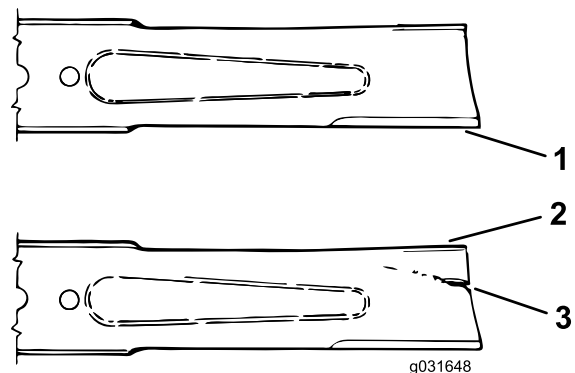

Figura 71
3. Examine cuidadosamente los extremos de corte de la cuchilla, sobre todo en el punto de reunión entre la parte plana y la parte curva de la cuchilla (Figura 71).